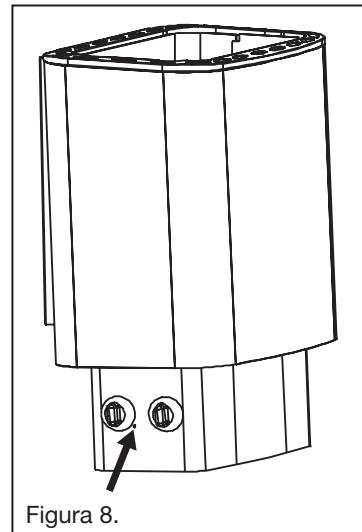

Figura 8.
- Si la temperatura de la sauna sube demasiado, el regulador de temperatura desconecta la estufa. El regulador de temperatura se puede volver a conectar presionando con una herramienta roma en el orificio de 3 mm de diámetro situado en el extremo de la caja eléctrica (figura 8).